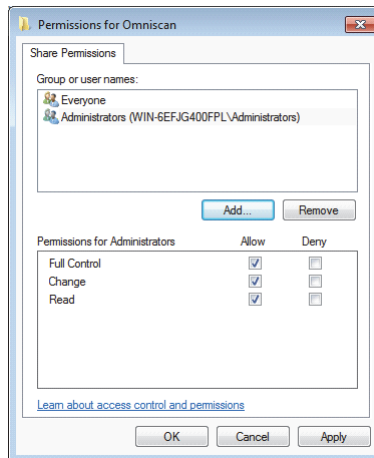

Рис. 7-31 Окно Разрешения для Omniscan (Windows 7)
10. В диалоговом окне **Permissions for Omniscan** нажмите **Add** [Добавить] (см. Рис. 7-31 на стр. 243).